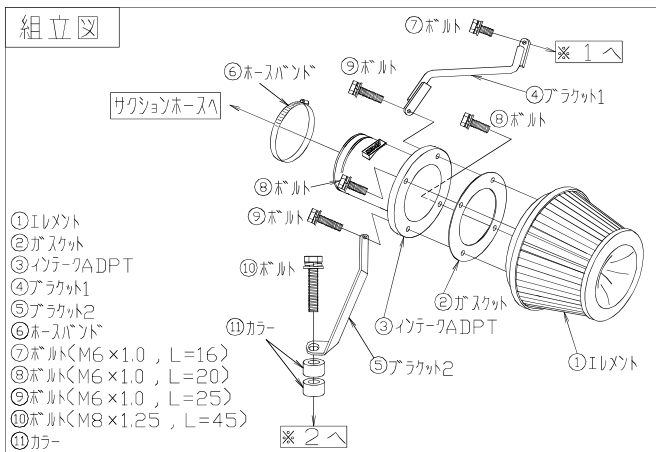

図2
1. 下図2～4を参照してPOWER INTAKEを組立ててください。この時、各ボルト・ナットは仮締めの状態にしておいてください。